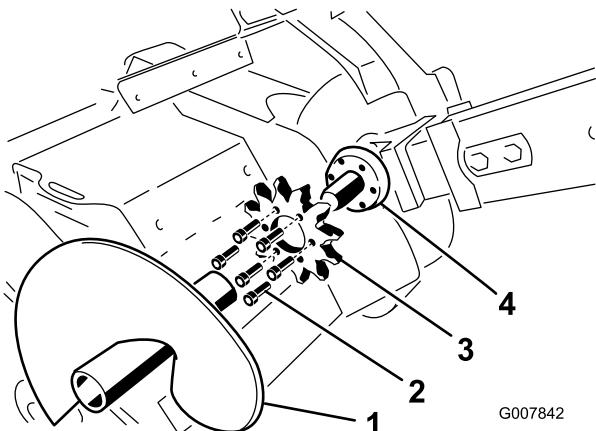

Figura 60
3. Togliete le lame della coclea (Figura 60).
12. Stringete a mano i sei bulloni nella ruota (Figura 60).
8. Rimuovete i sei bulloni che fissano la ruota conduitrice (Figura 60).
9. Togliete la ruota conduitrice e gettatela (Figura 60).
10. Pulite la superficie della ruota conduitrice sullo scavafossi (Figura 60).
11. Inserite la nuova ruota sull'albero (Figura 60).